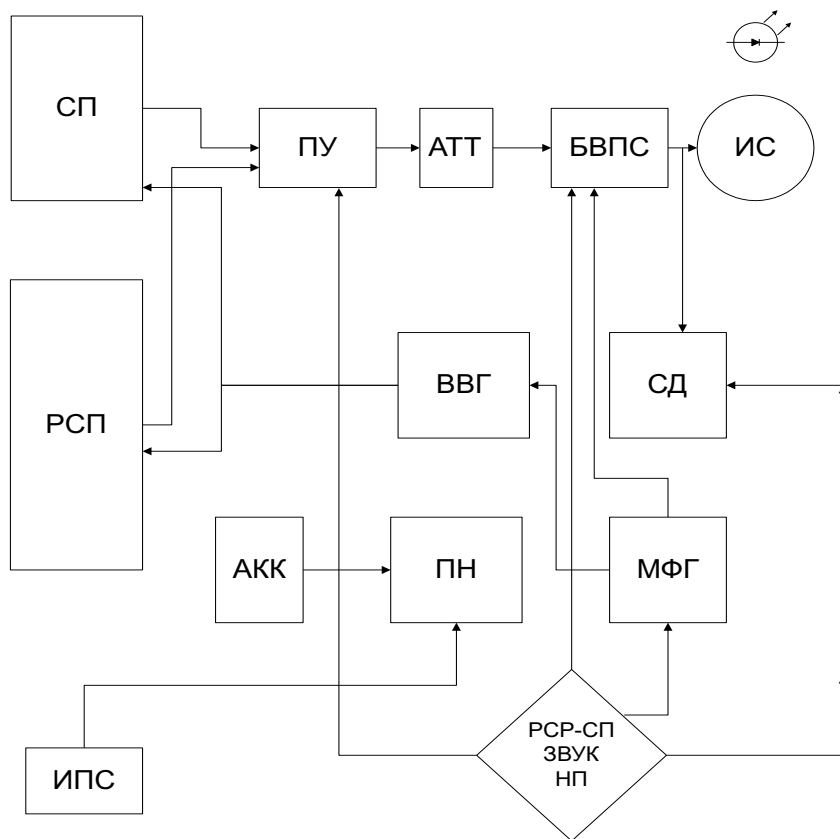

Рис. 1 Структурная схема дефектоскопа
4.2.1. На Рис. 1 приведена структурная схема дефектоскопа ИД-92НМ.